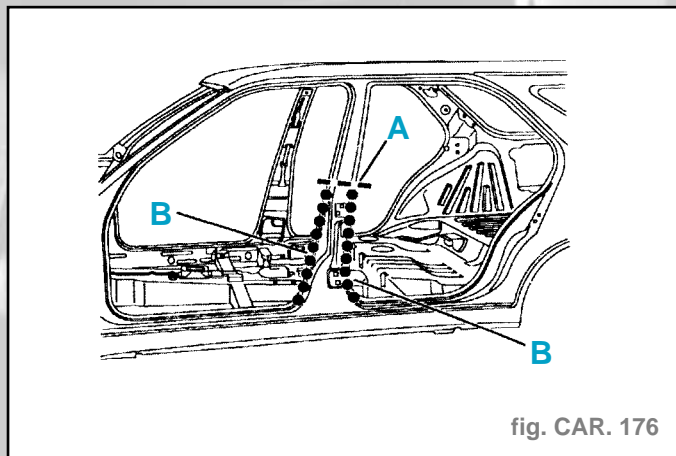

fig. CAR. 176
- Poser le pied central partiel (fig. CAR. 176).